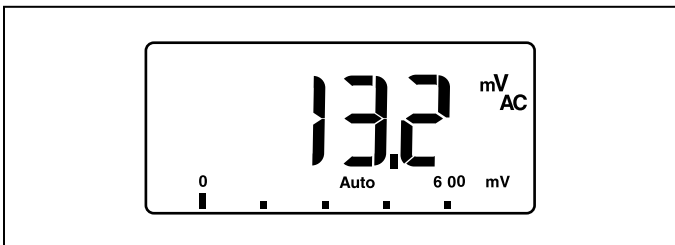

Abbildung 1. Beispiel Restspannung
*Das Beispiel in Abbildung 1 zeigt einen Messwert von 13,2 Millivolt Wechselspannung, was einem Null-Volt-Messwert sehr nahe kommt. 1 Millivolt entspricht 0,001 V oder 1/1000 V.*